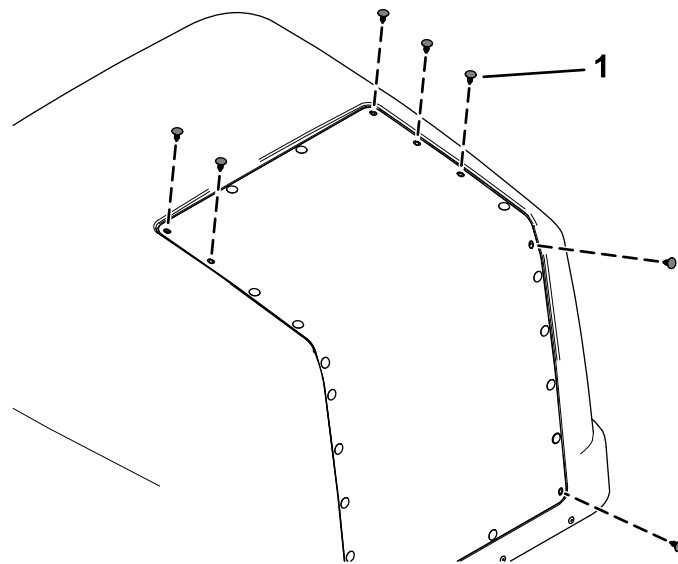

Figura 28
8. Scoatei cele 7 dopuri de plastic prezentate în Figura 28 de pe capotă.